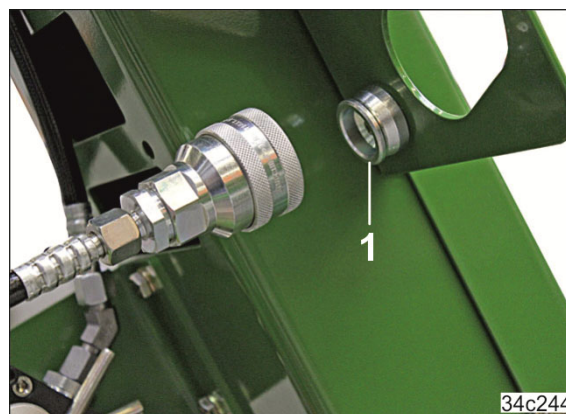

Bild 132
5. Sätt fast hydraulhylsan på skyddslocket (Bild 132/1). Skyddslocket är fäst på slanggarderoberna och skyddar hylsan mot smuts i parkeringsposition.